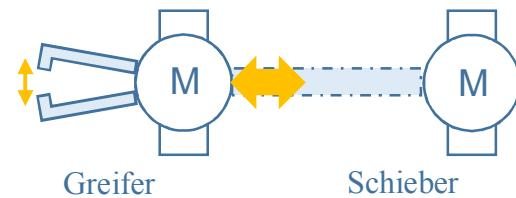

Abb. 6: Schema der Vorschub-Maschine
Es gibt einen motorbetriebenen Greifer, der die zu schiebende Stange festhalten oder loslassen kann. Dieser Greifer kann von einem zweiten Motor in Schubrichtung vor und zurück geschoben werden. Ein Schub nach links in Abb. 6/7 verläuft dann so:
- Der Greifer liegt „hinten“ (in Abb. 6/7 wäre das also rechts, wenn die Stange nach links geschoben werden soll). Der Greifer packt zu und hält die zu schiebende Stange fest.
2. Der Schieber schiebt den Greifer nach „vorne“ (in Abb. 6/7 also nach links). Da der Greifer die Stange gerade festhält, wird die Stange also mit geschoben.